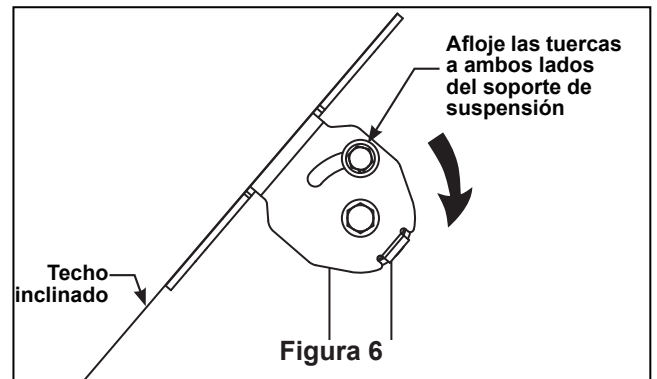

Figura 6
- 5. (Opcional) Instalación en techo inclinado (Figura 6):** Afloje dos tuercas que se encuentran a ambos lados del soporte de suspensión para colocar el barral en posición vertical.